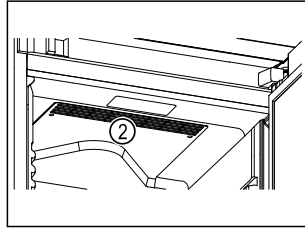

Fig. 61
- ❑ Lüftungsschlitze Fig. 61 (2) des Umluftgebläses im Innenraum freihalten.